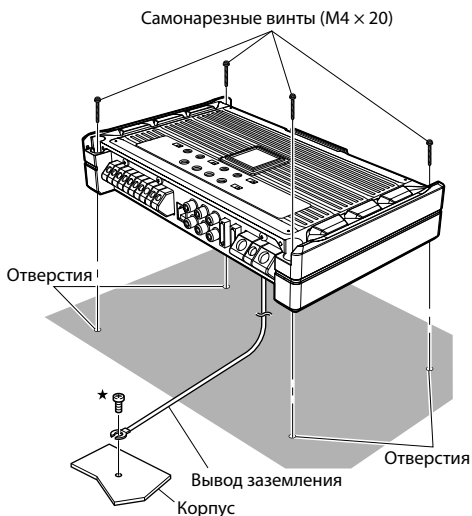

Рис. 3
6. Расположите усилитель PDR-V75 над отверстиями для винтов и закрепите его с помощью четырех самонарезных винтов. (Рис. 3)